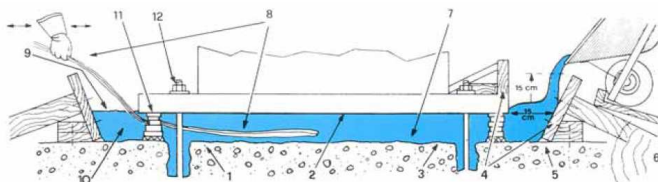

Рисунок 1: Схема применения EMACO® S55 для высокоточной цементации оборудования
4. Опалубка должна быть изготовлена из прочного водонепроницаемого материала, в целях предотвращения вытекания состава, должна быть надежно заанкерована и подперта для того, чтобы выдержать давление состава после укладки. Со стороны, откуда будет заливаться MASTERFLOW® 928 (EMACO® S55), следует предусмотреть зазор в 150 мм между той стороной, куда он будет заливаться (см. рис.1), и основанием станины оборудования. С боковых сторон следует предусмотреть зазор не менее 50 мм между опалубкой и боковыми сторонами станины.